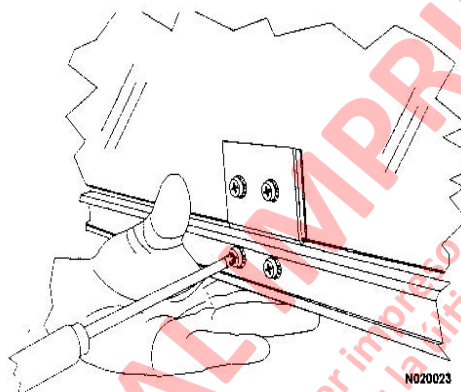

FIGURA 2-8
- h. Saque 2 pernos (Figura 2-8), sosteniendo el riel del rodillo en la parte inferior del vidrio de la puerta.
7. Saque dos pernos (Figura 2-8) que sujetan el riel del rodillo a la parte inferior del vidrio de la puerta.
21. Levante el vidrio de la ventana en el marco e instale el riel del rodillo del regulador de la ventana en el soporte que se instaló en el Paso 20. Vea la Figura 2-8.